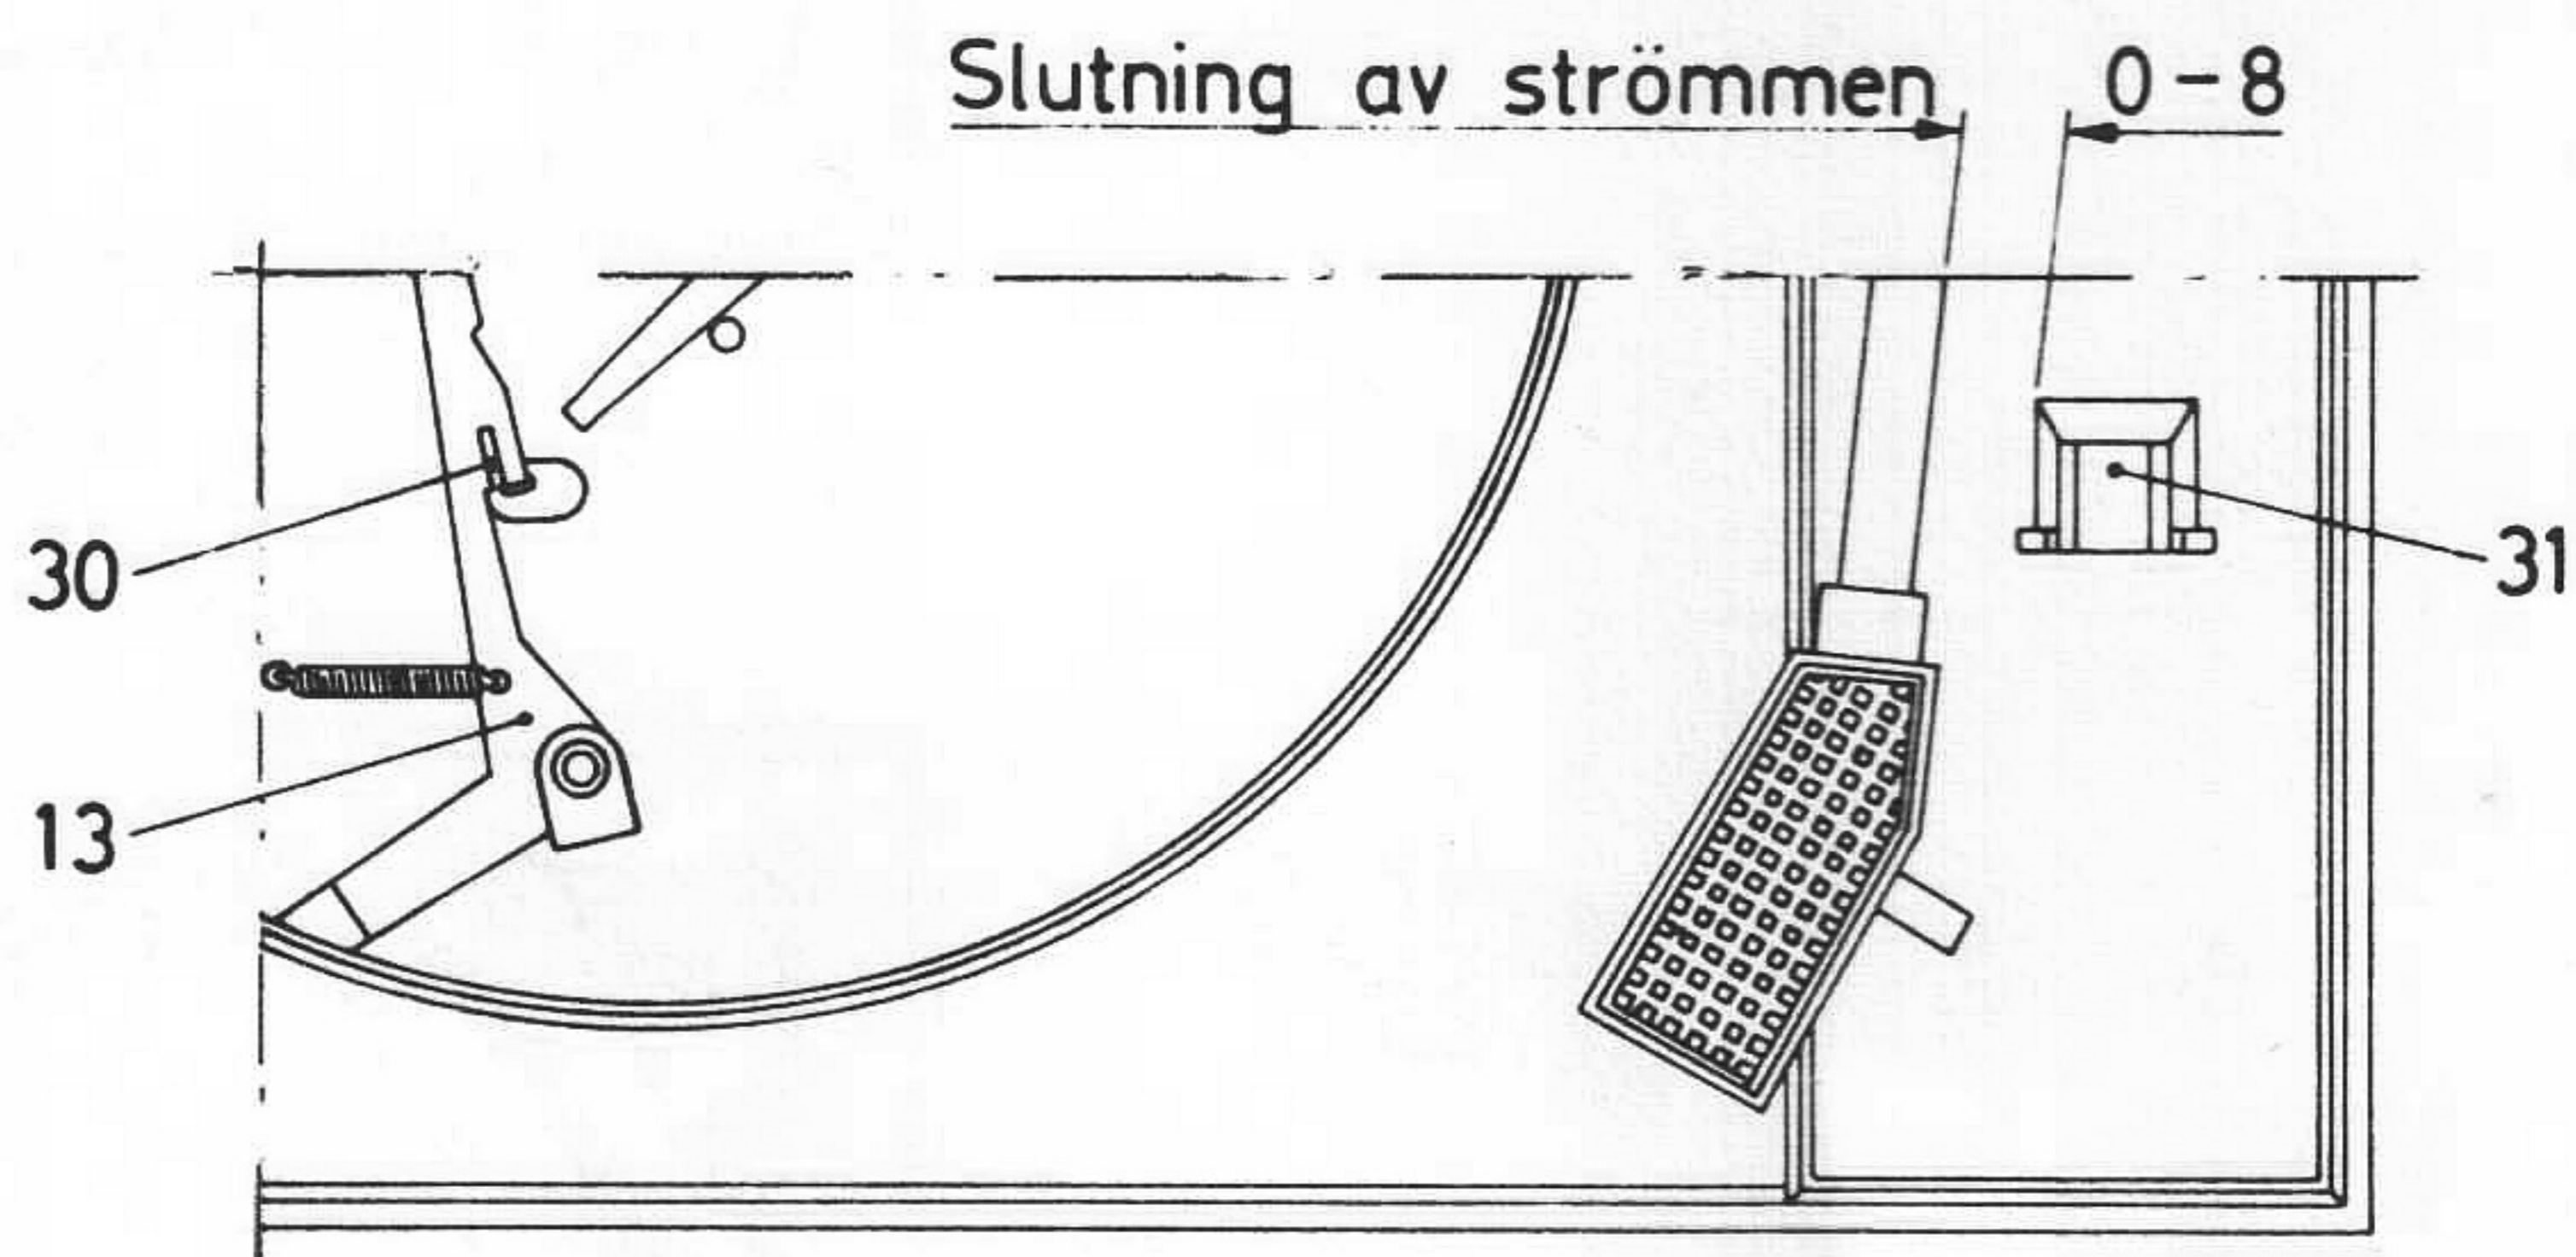

Fig. 19
11. Justering av strömställarens tillslag. Fig. 19.